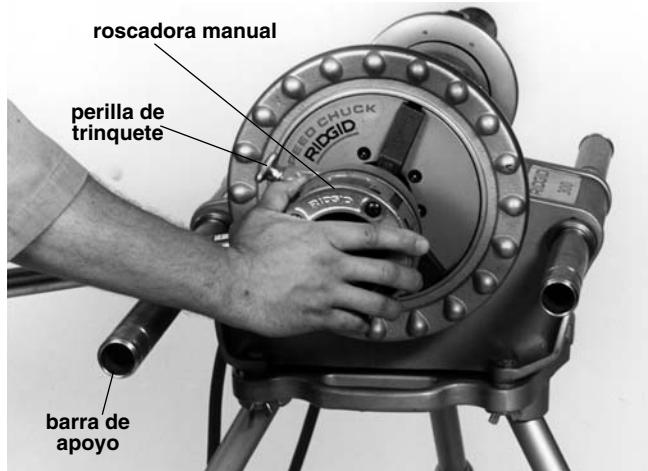

Figura 7 – Introducción de la roscadora manual en el tubo para engranar las terrajas
- Pose el mango de trinquete de la roscadora manual sobre la barra de apoyo izquierda (vista desde la parte delantera del Accionamiento Autopropulsado - Figura 7).
8. Con la palma de su mano derecha, empuje el cabezal de terrajas contra el tubo hasta que las terrajas engranen la pieza de trabajo. Una vez engranadas, las rosas serán labradas a medida que las terrajas se trasladan hasta el final del tubo (*Figura 7*).